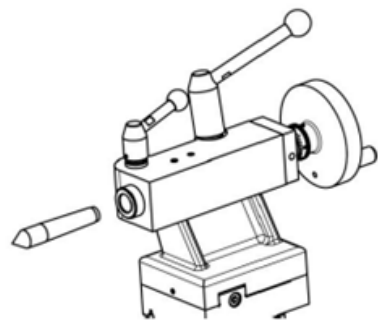

Рис. 8 Вставка неподвижного центра в пиноль
4. Вставить неподвижный центр в пиноль задней бабки, как показано на Рис. 8.